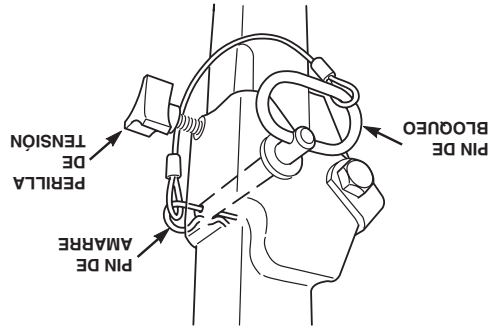

Figura 2-2 Bisagra del ROPS
2. Retire los pasadores de chaveta de las horquillas y los dos (2) pines de bloqueo. Vea la Figura 2-2.
5. Instale los dos (2) pines de bloqueo a través del agujero, asegúrelos con los dos (2) pasadores de chaveta de las horquillas y apriete las perillas de tensión. Vea la Figura 2-2. Quite el cinturón de seguridad de los soportes de sujeción.